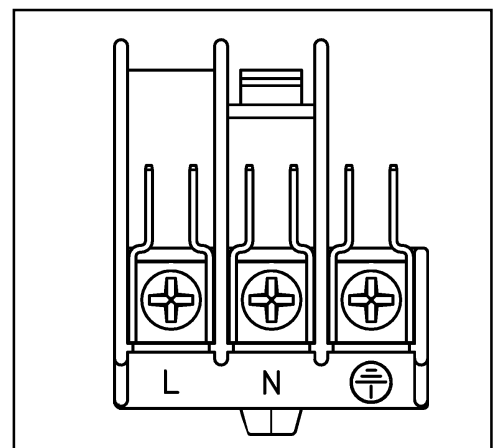

Fig. 25
Le four est équipé d'une plaque à bornes à 3 pôles (Fig. 25) dont les conducteurs sont prédisposés pour fonctionner en 230 V monophasé.
2. Déconnectez le câble de la plaque à bornes (Fig.25) positionnée sur la partie postérieure du four, et remplacez-le avec une des types mentionnés dessus.